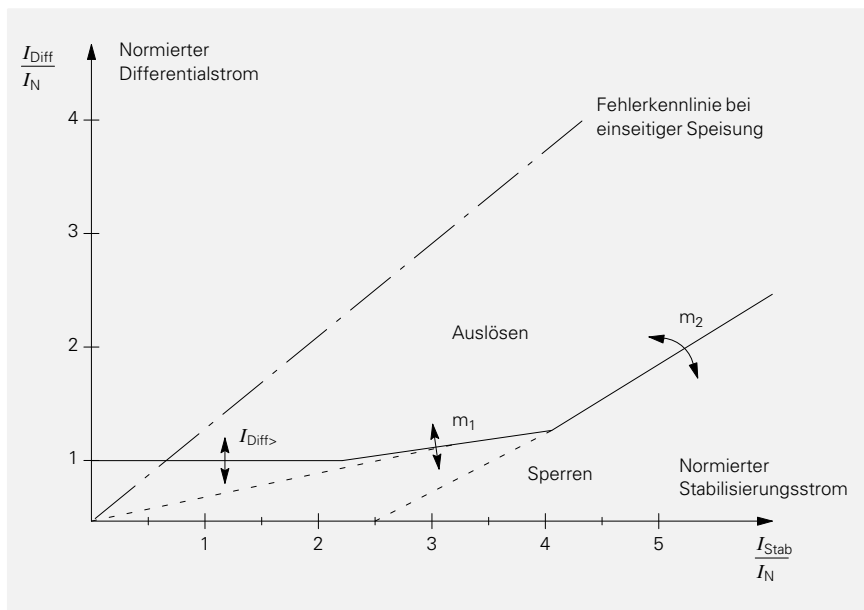

Bild 3
- Ansprechkennlinie für dreiphasigen, symmetrischen Kurzschlußstrom entsprechend Bild 3. Der Ansprechwert  $I_{diff>}$  und die Steigung der Kennlinienäste ist parametrierbar.